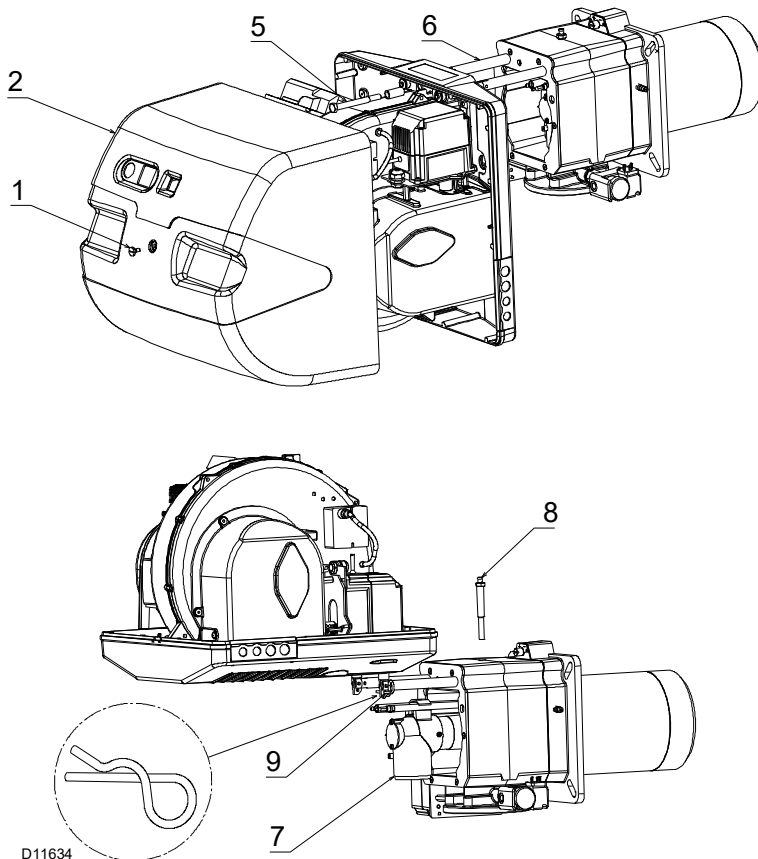

Fig. 37
- Aflojar el tornillo 1)(Fig. 37) y sacar la envolvente 2).
- Quitar el tornillo 5)(Fig. 37) y el pasador 9) y desplazar el quemador por las guías 3) unos 100 mm.
- Girarlo como en la Fig. 37 e introducir en el orificio de una de las dos guías el pasador endido 9) para que el quemador permanezca en esa posición.
- Quitar el pasador endido 9)(Fig. 37) y empujar el quemador hasta aproximadamente 100 mm del manguito.
- Enroscar nuevamente el tornillo 5)(Fig. 37) y el pasador endido 9) y tirar suavemente hacia afuera los cables de sonda y electrodo, hasta tensarlos ligeramente.